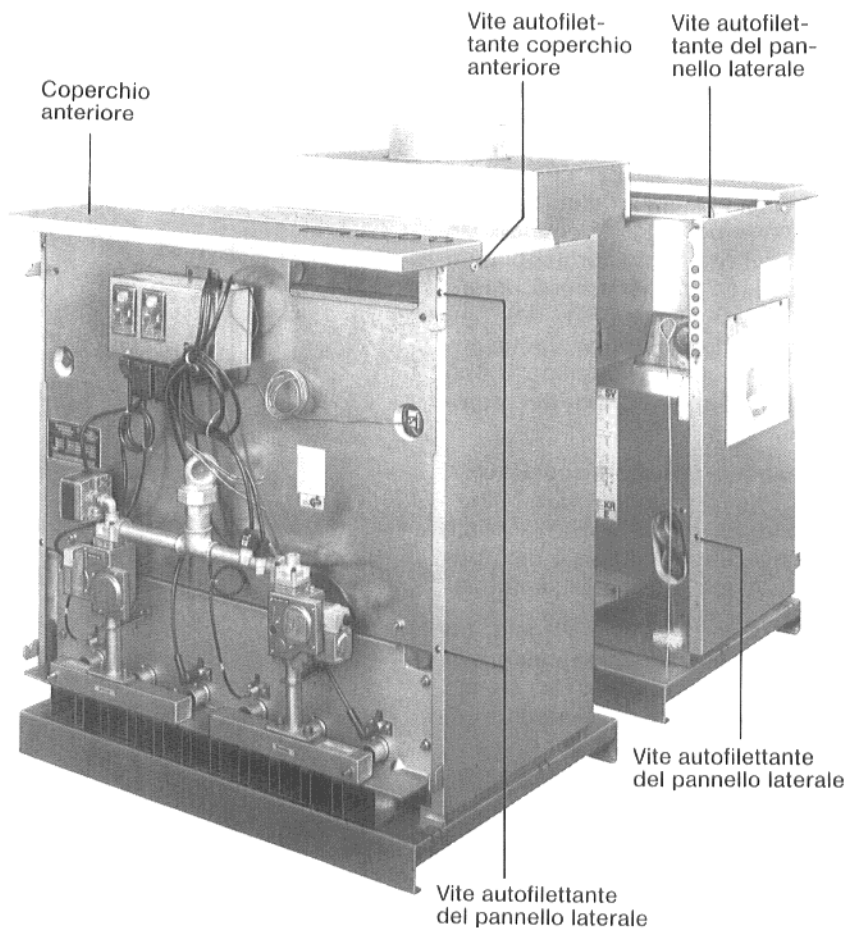

Fig. 13 - G_324 DZE / DNE
1. Fissare un pannello laterale alla parete intermedia, con una vite autofilettante in alto ed in basso nella parte anteriore della caldaia (Fig. 13).
2. Fissare il pannello laterale alla traversa sulla parte superiore della caldaia, per mezzo di una vite autofilettante (Fig. 13).
3. Fissare il pannello laterale al retro della caldaia per mezzo di una vite autofilettante immessa in madre-vite a molla (Fig. 13).
6. Posare il coperchio anteriore (Fig. 13) sui pannelli laterali ed inserire entrambi i ganci negli alloggiamenti nella piegatura dei pannelli dalla parte anteriore.
7. Fissare entrambe le alette del coperchio anteriore ai pannelli laterali per mezzo di due viti autofilettanti (Fig. 13).